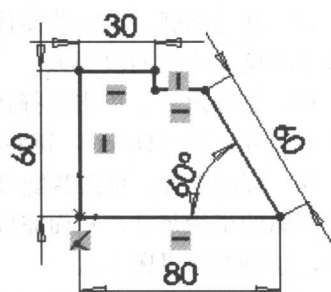

图 2-4 标注尺寸
7. 标注尺寸。单击智能尺寸按钮, 标注直线的尺寸如图 2-4 所示。